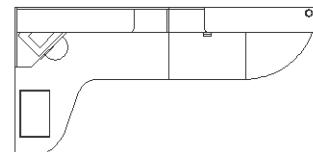

Рис. 8.2 ▼ Пространство, подготовленное для размещения на чертеже главного вида
- Запустите инструмент **Зумирование в реальном времени** (Zoom Real-time) и отрегулируйте масштаб просмотра таким образом, чтобы линия нулевой высоты на виде сверху находилась на некотором расстоянии от нижней границы области черчения, как показано на рис. 8.2.